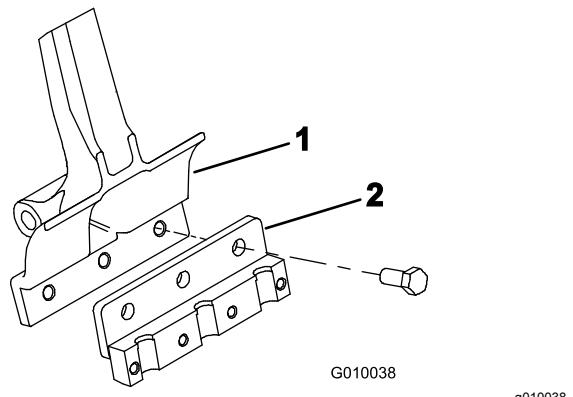

Figura 24
3. Monte um suporte de dente em cada braço de dente (Figura 24) com 3 parafusos (1/2 x 1 1/4 pol.). Aperte os parafusos com 101,6 N·m.